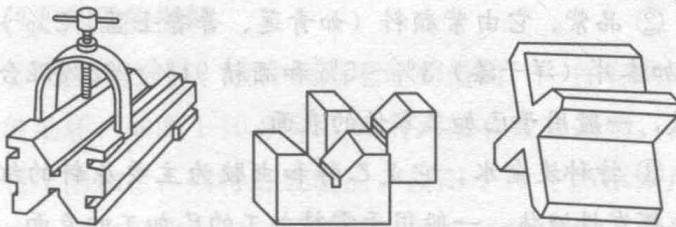

图 1-8 V形块
⑩ V形块（如图 1-8 所示），在划线时，用来固定圆形工件的工具，一般用铸铁成对制成。